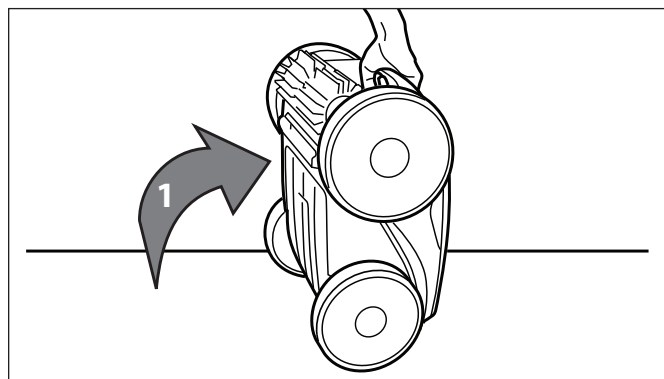

Figure 26. Robot nettoyeur en position verticale
1. Soulever le robot nettoyeur en position verticale de sorte que la poignée soit orientée vers le haut (Figure 26).